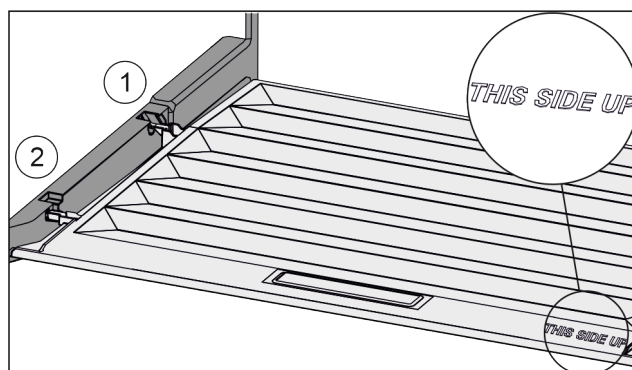

Fig. 116
- ▶ Skyv inn dekseltrinn via åpningen til bakre holder *Fig. 116 (1)* og klikk dem på plass i fremre holder *Fig. 116 (2)*.